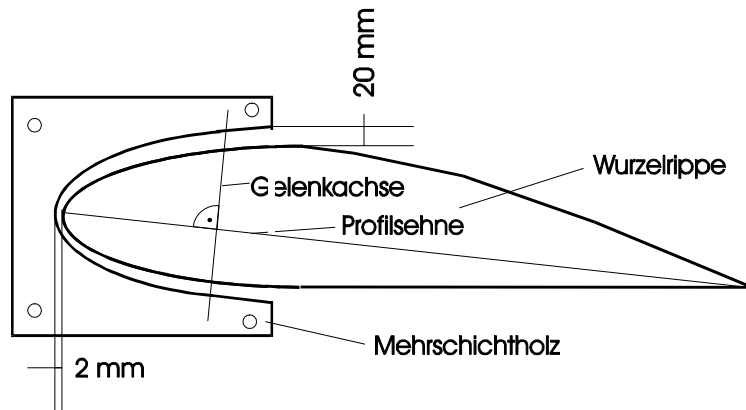

Bild 1 Abnehmen des Profils und der Profelsehne
Rohr in zwei gleichlange Teile sägen, jeweils ein Ende schließen mit einer Niete oder einer Schraube. Sand (8) einfüllen bis das Rohr ganz voll ist. Rohr mit Schraube oder Niete schließen. Einen der ausgesägten Innenteile der Holzformen (5) mit der Nase nach oben in einen Schraubstock spannen. Rohr vorsichtig um dieses Holzstück biegen. Dabei darauf achten, daß die Rohrschenkel gleich lang werden (Dazu muß das Rohr auf der stärker zu biegender Profilerseite ca. 5 cm länger sein). Anschließend wird das Rohr auf das Kunststoffformteil gelegt und durch leichtes Nachbiegen angepaßt (Man kann diesen Vorgang verkürzen, indem man vorher die Biegeform auf Untermaß sägt). Siehe dazu auch das nächste Bild. Beim exakten Anpassen des Rohres ist darauf zu achten, daß das Rohr immer 2-3mm Luft zur Falz des Windformteiles hat. Außerdem müssen die Rohrenden so gebogen sein, daß sie in etwa einen rechten Winkel zur Gelenkachse (siehe Bild 1) bilden, die wiederum senkrecht auf der Profilschneide steht. Die Gelenkachse wird so weit wie es das Rohr zuläßt nach hinten geschoben. Der vordere Bereich des Rohres, der Kontakt mit dem Flügel bekommt wird mit einem Klebestreifen versehen (z.B. Stofftape)